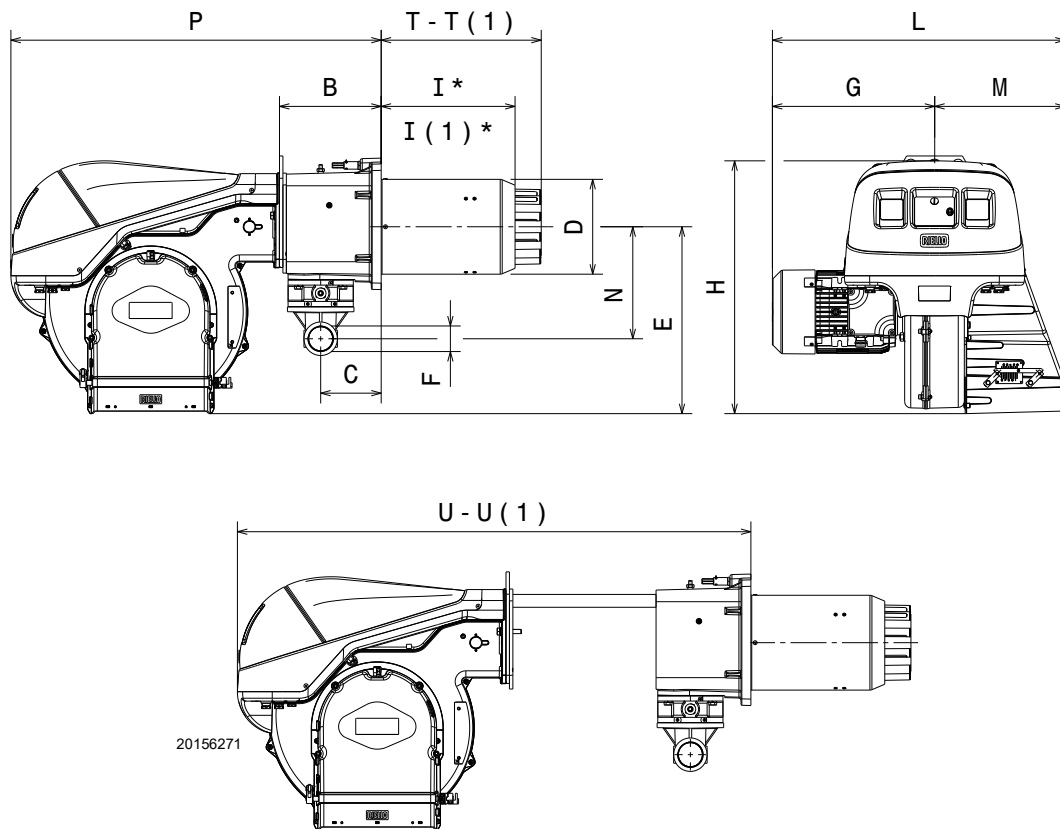

Fig. 1
L'encombrement du brûleur est indiqué dans la Fig. 1.
* L'épaisseur maximale de la porte de la chaudière se réfère à la cote « l » (Fig. 1 à la page 9).